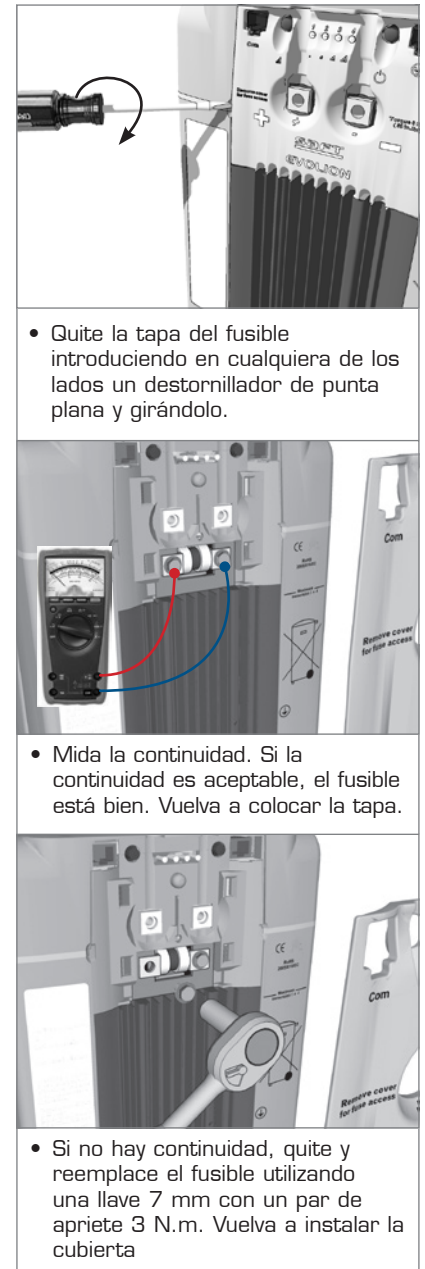

Figura 10: Cambio de fusible
3. Compruebe y cambie el fusible de acuerdo con la Figura 10.